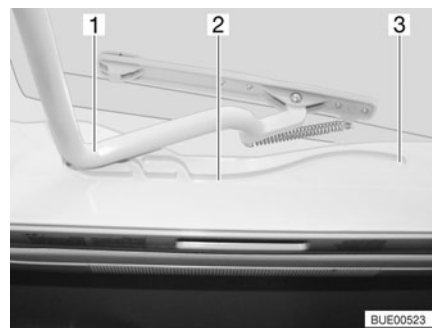

Fig. 64 Claraboya Heki, guía
- Tirar la horquilla (Fig. 64,1) en las guías (Fig. 64,2) hasta la posición trasera final (Fig. 64,3).
- Empujar el estribo (Fig. 64,1) ligeramente hacia arriba con ambas manos.
- Tirar el estribo en las guías (Fig. 64,2) hasta la posición deseada.